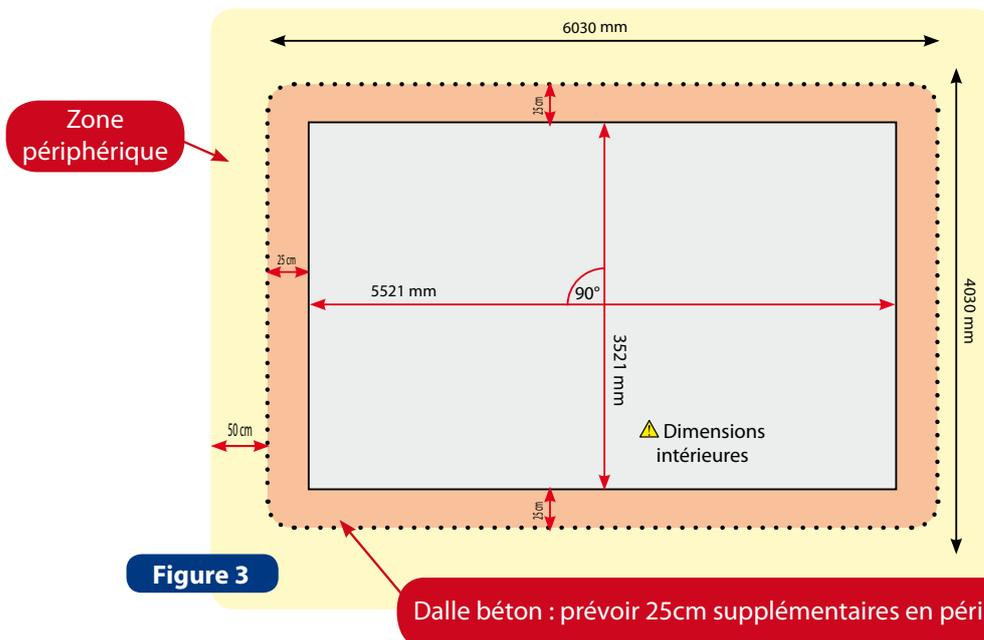

Figure 3
- a) Décapez votre terrain selon la forme de votre bassin et figure 3.